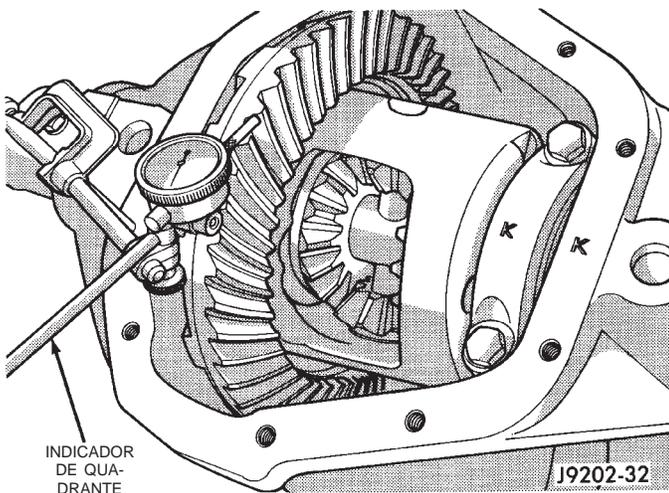
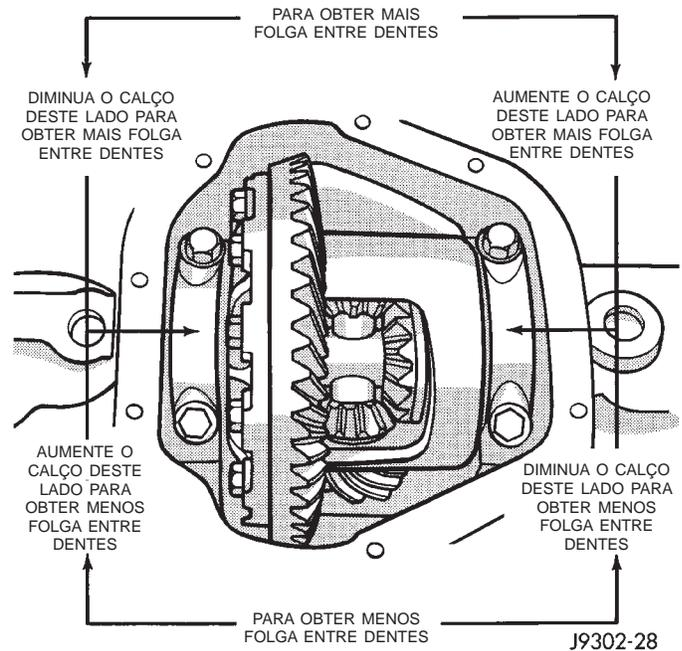

Fig. 54 Medida da Folga entre Dentes da Coroa
Fig. 55 Ajuste do Calço da Folga entre Dentes
(28) Remova a caixa do diferencial e os mancais provisórios da carcaça do eixo.
(29) Instale os calços do mancal lateral nos cubos da caixa do diferencial.
(30) Instale os mancais laterais e os cubos na caixa do diferencial.
(31) Instale os Adaptadores 8142 e o Extensor W-129-B na carcaça do eixo e estenda a abertura do eixo o suficiente para receber a caixa do diferencial.
(32) Instale a caixa do diferencial na carcaça do eixo.
(33) Remova o extensor da carcaça do eixo.
(34) Gire a caixa do diferencial várias vezes para assentar os mancais laterais.
(35) Posicione o êmbolo do indicador contra o dente da coroa (Fig. 54).
(36) Mantenha a coroa pressionada para cima, sem permitir que a engrenagem do pinhão gire.
(37) Zere a superfície do indicador de quadrante contra o ponteiro.
(38) Mantenha a coroa pressionada para baixo, sem permitir que a engrenagem do pinhão gire. A leitura do indicador de quadrante deve registrar entre 0,12 mm (0,005 pol.) e 0,20 mm (0,008 pol.). Se a folga entre os dentes não estiver dentro das especificações, transfira a quantidade necessária de espessura de calço de um lado da carcaça do eixo para a outra (Fig. 55).
(39) Verifique a excentricidade da coroa e do cárter do diferencial, medindo a folga entre dentes da coroa e do pinhão em vários locais ao redor da coroa. As leituras não devem variar mais do que 0,05 mm (0,002 pol.). Se as leituras variarem mais do que o especificado, a coroa ou o cárter do diferencial estão com defeito.